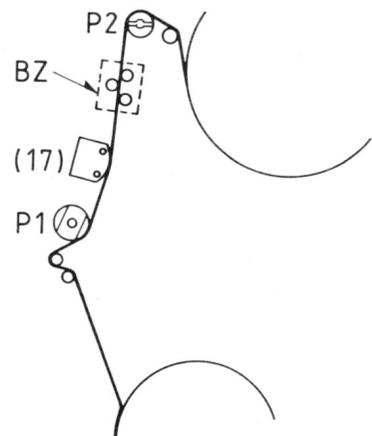

Fig. 17
- Appliquer le dynamomètre «Tension de bande» sur le trajet de la bande (**Fig.17**)